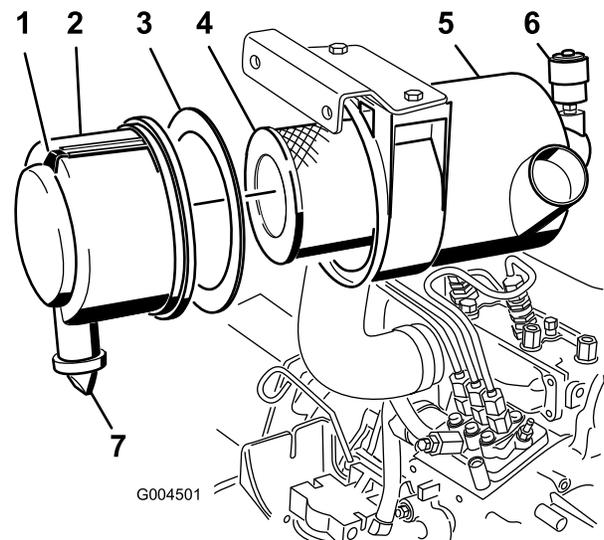

Figura 34
- Efetue manutenção do filtro de ar quando o indicador do filtro de ar ficar vermelho ou a cada 400 horas e faça a manutenção com maior frequência em condições de trabalho muito sujas ou poeirentas (Figura 34).